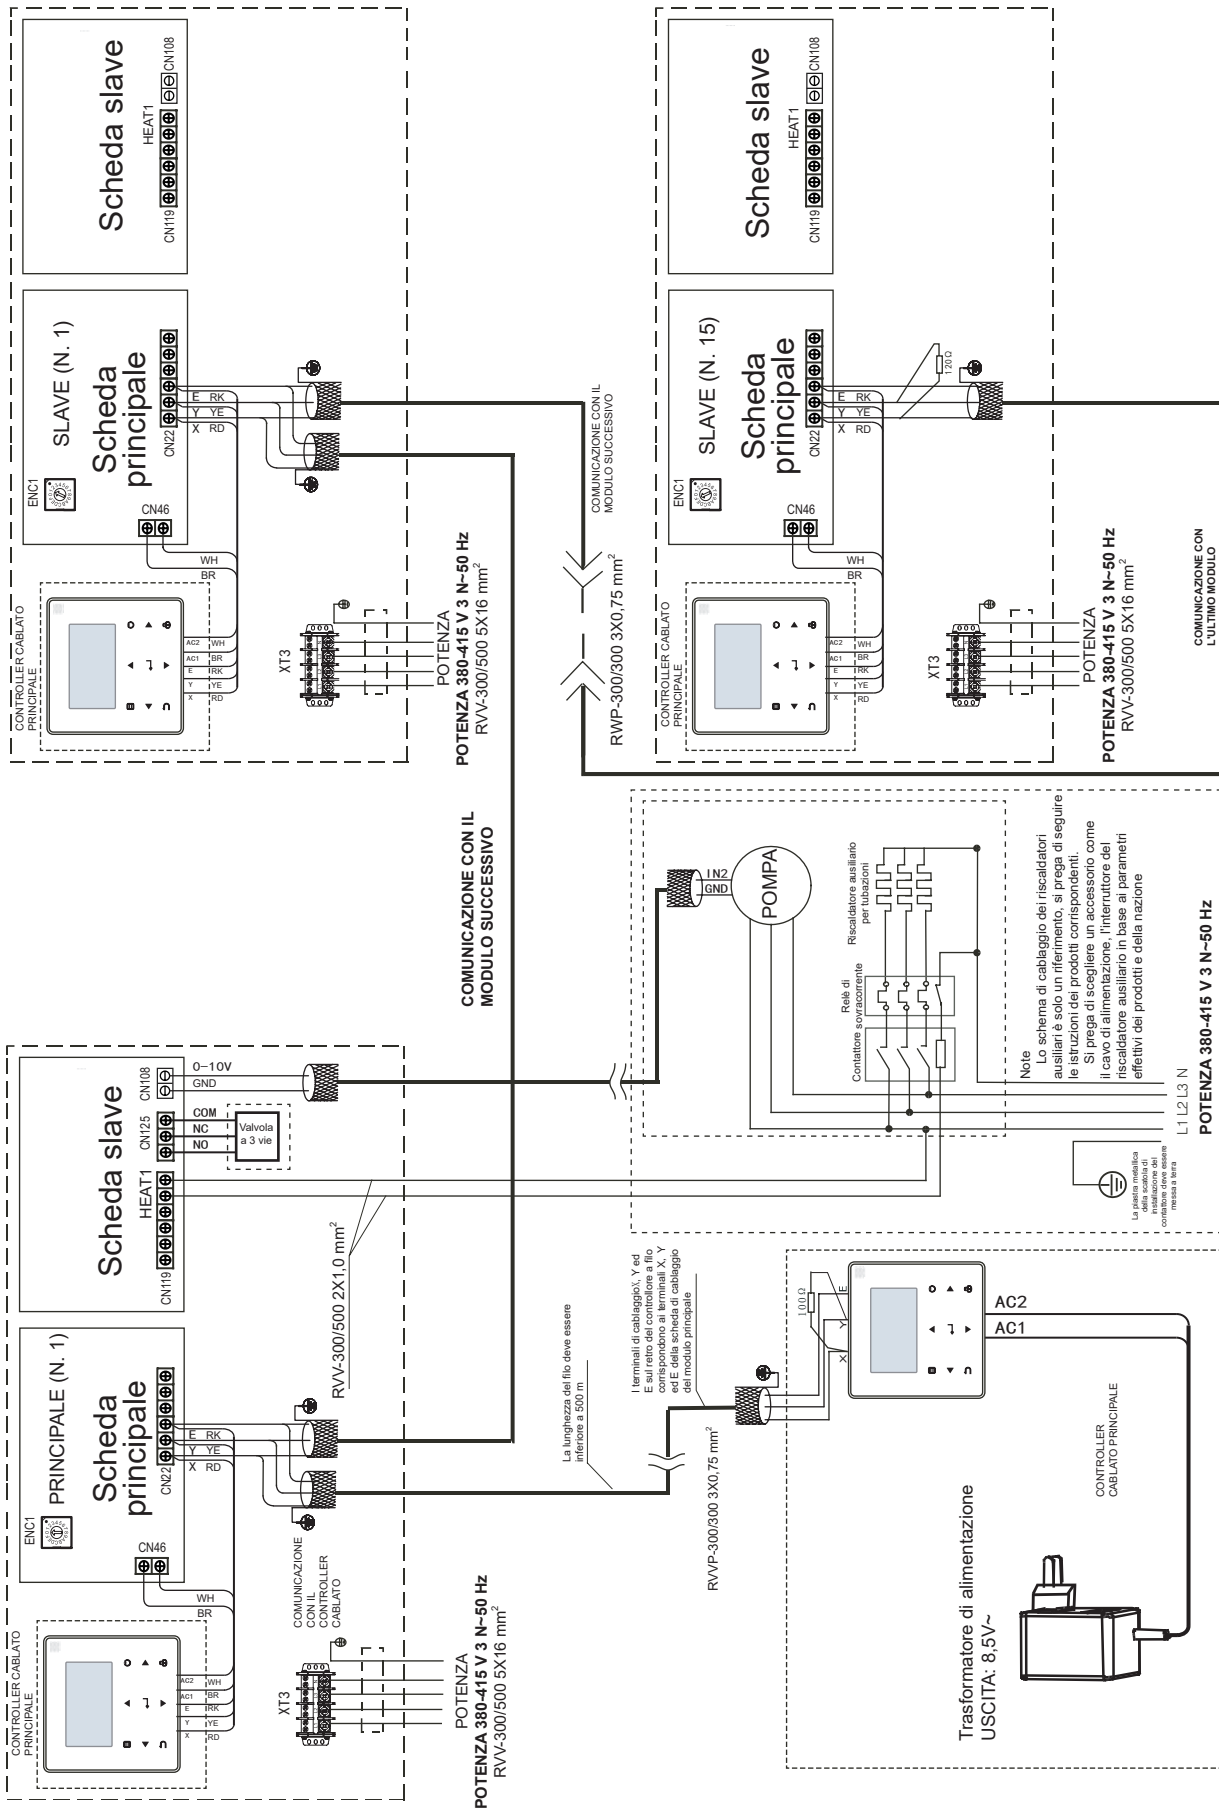

Fig. 8-18 Schema di comunicazione di rete tra unità principale e unità ausiliaria per 110 kW, 140kW
c) Le unità devono essere dotate di comandi dell'unità principale (si veda la Fig. 8-18 per lo schema di cablaggio dei comandi).